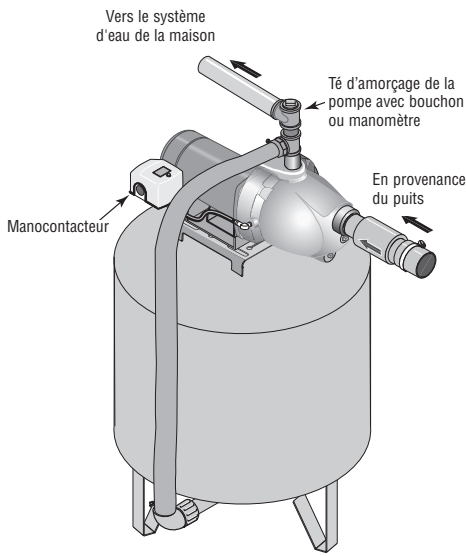

Figure 4 : Branchements sur un réservoir préchargé
## BRANCHEMENT SUR UN RÉSERVOIR PRÉCHARGÉ (Figure 4)
- 1 ° Poser deux té dans l'orifice de refoulement de la pompe (voir la Figure 4). Le diamètre du tuyau doit être au moins aussi grand que le diamètre de l'orifice de refoulement.